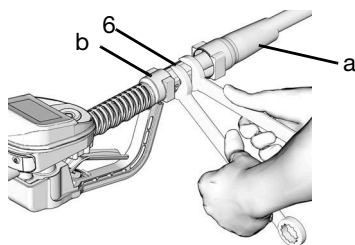

Рис. 9
2. Сдвиньте кожух шарнирного соединения (a) назад к шлангу, чтобы получить доступ к поворотному фитингу (b) (Рис. 9).
3. Нанесите герметик на внешнюю резьбу шлангового фитинга. Накрутите шланговый фитинг (b) на шарнирное соединение раздаточного клапана с расходомером (6). Используя два гаечных ключа надежно затяните соединение (Рис. 9).